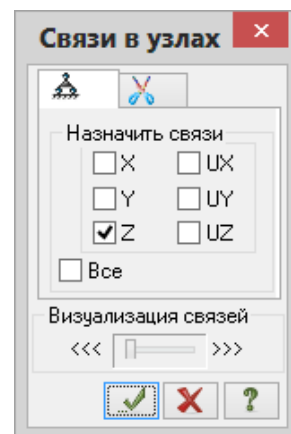

Рис.2.6. Диалоговое окно **Связи в узлах**
- Щелчком по кнопке  – **Связи** (панель **Жесткости и связи** на вкладке **Создание и редактирование**) вызовите диалоговое окно **Связи в узлах** (рис.2.6).